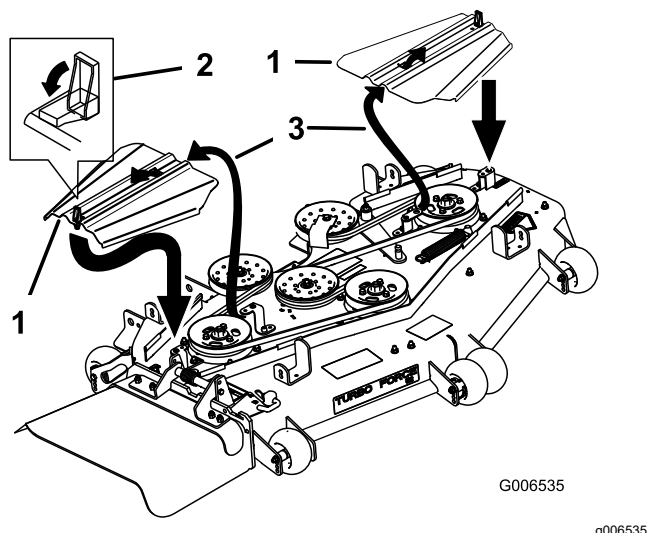

Bild 88
12. Montieren Sie die Riemenabdeckungen. Schieben Sie hierfür die Abdeckung in die Nase, setzen Sie die Schrauben ein und schließen Sie die Riegel (Bild 88).